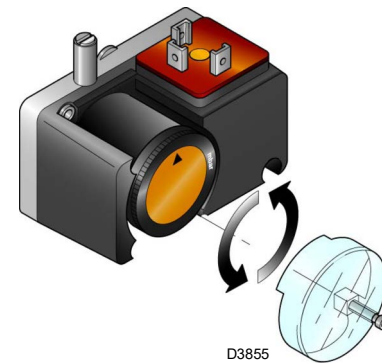

Fig. 30
- Régler le pressostat pour le contrôle d'étanchéité (kit PVP) (Fig. 30 à la page 33) selon les instructions fournis avec le kit.
Régler le pressostat pour le contrôle d'étanchéité (kit PVP) (Fig. 30) selon les instructions fournies avec ledit kit.